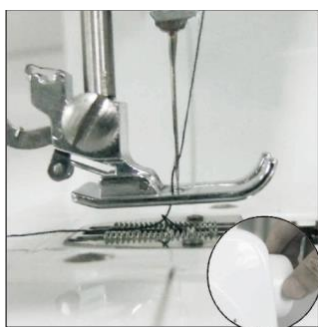

Bild 9
- 4) Håll i övertråden med den ena handen och vrid handhjulet motklocks med den andra. Övertråden i nålen plockar upp undertråden i spolen och drar upp den genom hålet under nålen (bild 9).